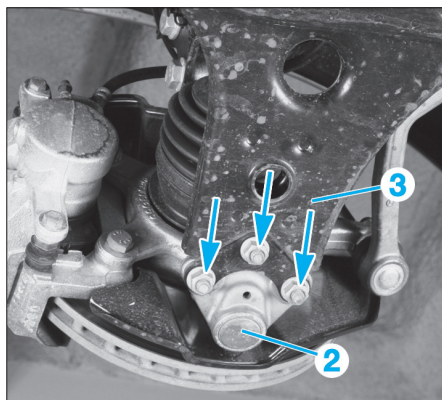

FIG. 3
- Désolidariser la rotule inférieure (2) du bras inférieur (3) (Fig.3).